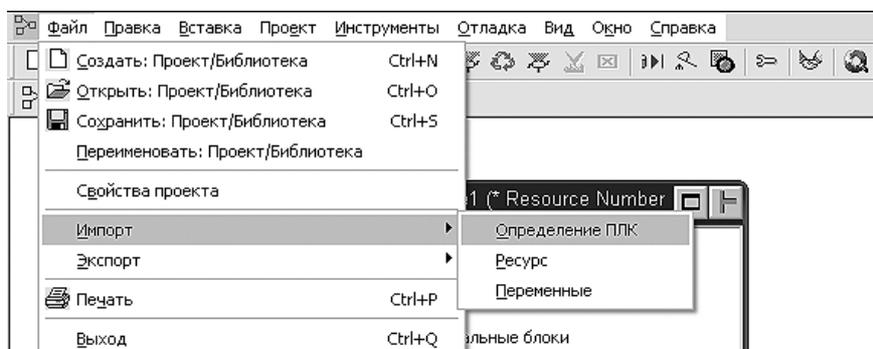

Рисунок 2.1 – Импортное определение контроллера
2.1.1 В окне открытого проекта среды ISaGRAF Workbench из пункта меню *Файл→Импорт→Определение ПЛК* запустить функцию импорта на выполнение (см. рисунок 2.1).